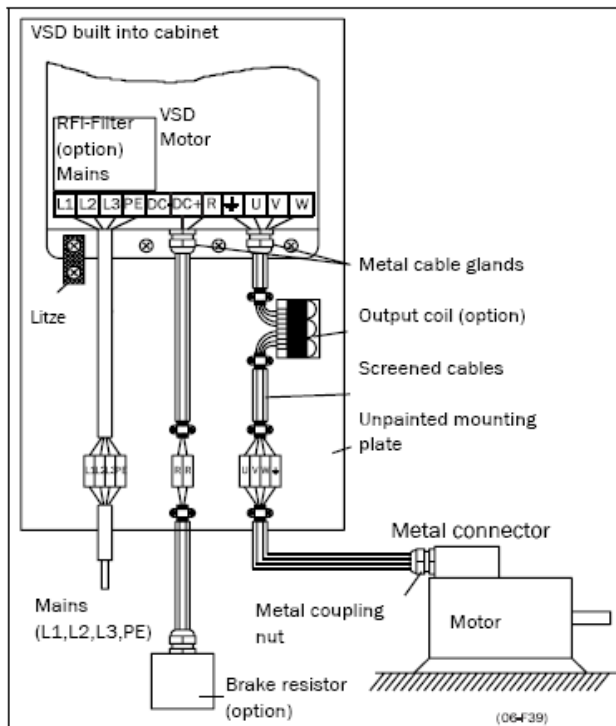

图 16 变频器安装在柜体内
如果电机与电机电缆由于维修开关、输出线圈等影响断开，通过接金属外壳、金属安装板的方法继续保证屏蔽。如图 16 所示。
- 若型号为 300-1k5 的变频器（IP54）安装于标准柜体内，内部连线必须遵循 EMC 的标准。图 16 是大功率变频器安装于柜体内的示例。